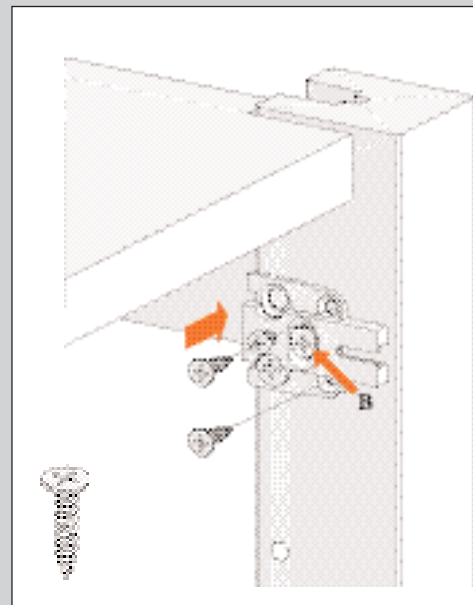

ABBILDUNG 5
3. Drehen Sie die beiden zusätzlichen Schrauben in die Montageplatte ein (siehe Abb. 5).